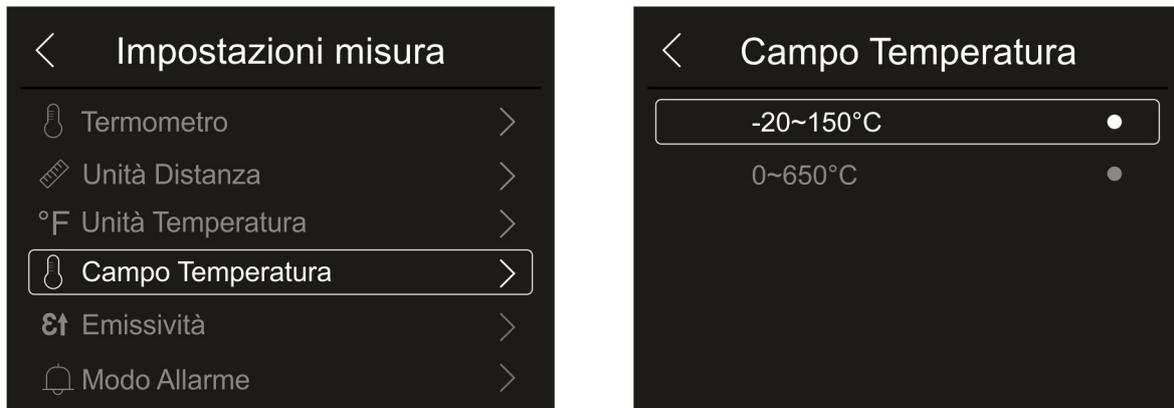

Fig. 26: Menu impostazione campo misura temperatura
1. Toccare la voce “Campo Temperatura” per eseguire l’impostazione del campo di misura della temperatura eseguita dallo strumento (questa opzione è relativa al modo di misura Normale). La Fig. 26 – parte destra è mostrata: